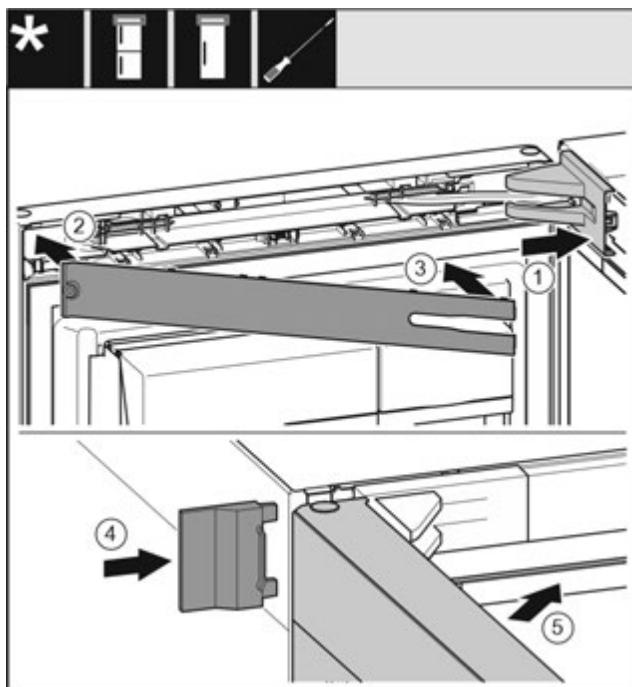

Fig. 51
- Встановіть та зафіксуйте кришку опорного кронштейна, у разі необхідності – обережно розтисніть. Fig. 51 (1)
- Встановіть панель. Fig. 51 (2)
- Поверніть і зафіксуйте панель. Fig. 51 (3)
- Насуньте зовнішню кришку. Fig. 51 (4)
- Закройте верхні дверцята. Fig. 51 (5)